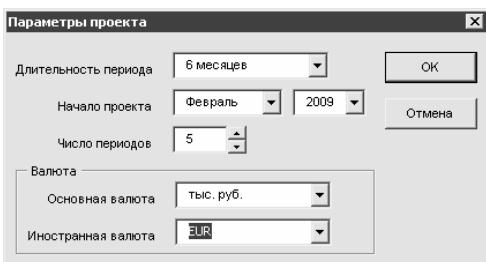

Рис. 2.3. Настройка параметров проекта
- Параметры проекта – кнопка предназначена для быстрого перехода в режим настройки параметров проекта. При ее нажатии отобразится окно, изображенное на рис. 2.3 (с ним познакомимся чуть позже).
После этого нужно выполнить настройку параметров проекта. Чтобы перейти в соответствующий режим, нажмите кнопку Изменить параметры проекта. В результате откроется окно, изображенное на рис. 2.3.
Положение переключателя Отображать итоговые отчеты определяет валюту, в которой должны выводиться итоговые данные. Возможные варианты – в основной валюте или в иностранной валюте. Напомним, что обе эти валюты указываются в режиме настройки параметров проекта (см. рис. 2.3).